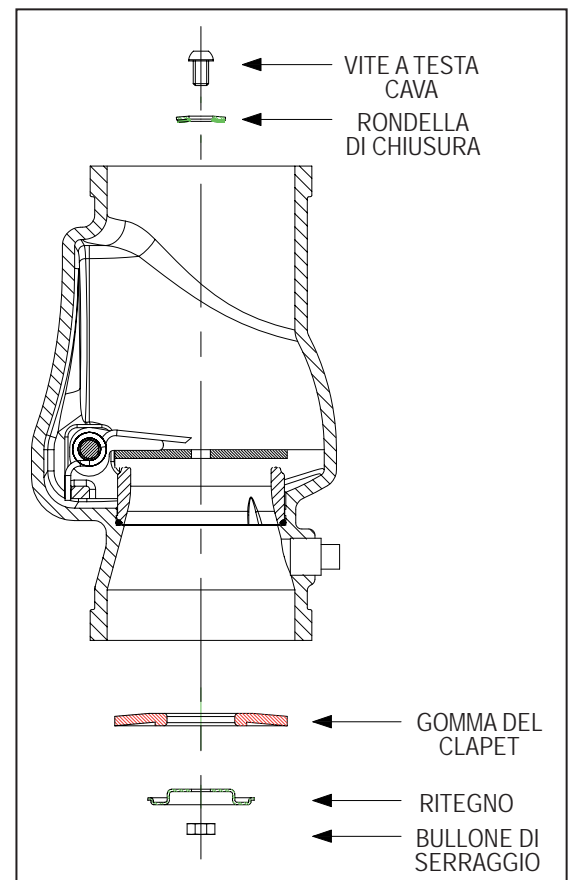
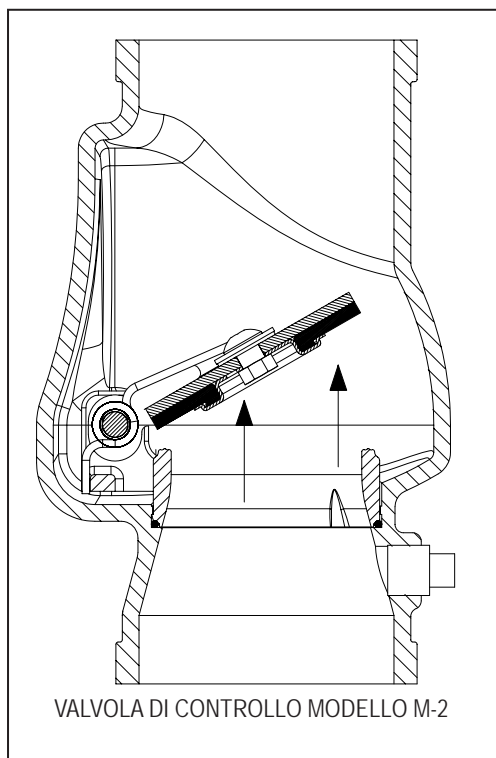

Figura 48
Figura 49
6. Ispezionare la guarnizione del clapet o la parte in gomma (nella valvola di ritegno mod. M2) (Figura 48). Controllare i perni del clapet, i quali devono permettere il movimento del clapet in modo libero (se applicabile) (Figura 49). Per la valvola d'allarme mod. J-1, controllare che lo scatto a molla abbia la giusta tensione (Figura 50). La tensione della molla dovrebbe incastrarsi quando la parte superiore del perno del clapet viene spostata perpendicolarmente verso il coperchio attraverso la posizione d'apertura del flusso. Cambiare o rimuovere la parti danneggiate o consumate come richiesto